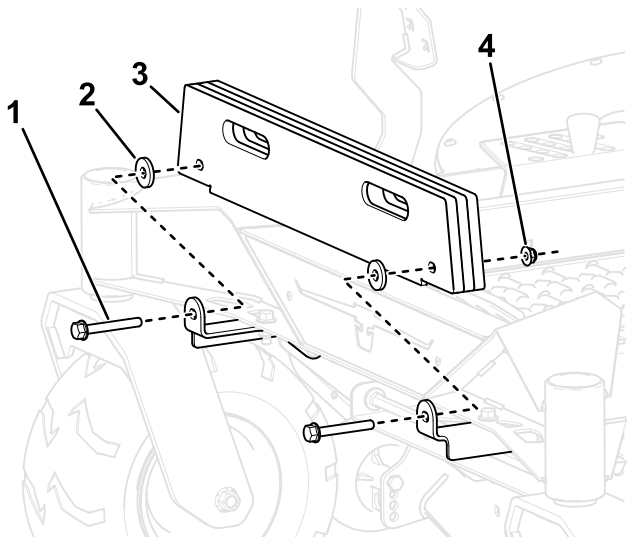

Bild 4
2. Befestigen Sie die Heckfangsystemballaste (Menge an die Größe des Mähwerks anpassen) an den Halterungen der Ballastbefestigungen mit zwei Schrauben ($\frac{3}{8}$ " x $2\frac{3}{4}$ "), Unterlegscheiben und Sicherungsmuttern ($\frac{3}{8}$ "), wie in Bild 4 dargestellt.